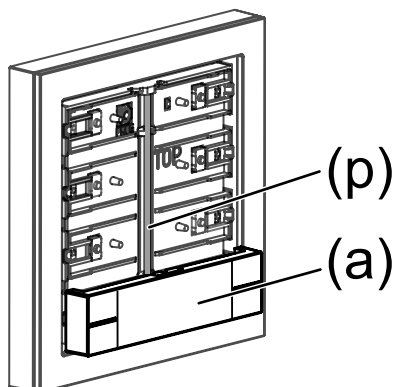

рисунок 6: Расположение клавиши прямо
- Расположите клавишу (а) прямо (см. рисунок 6).